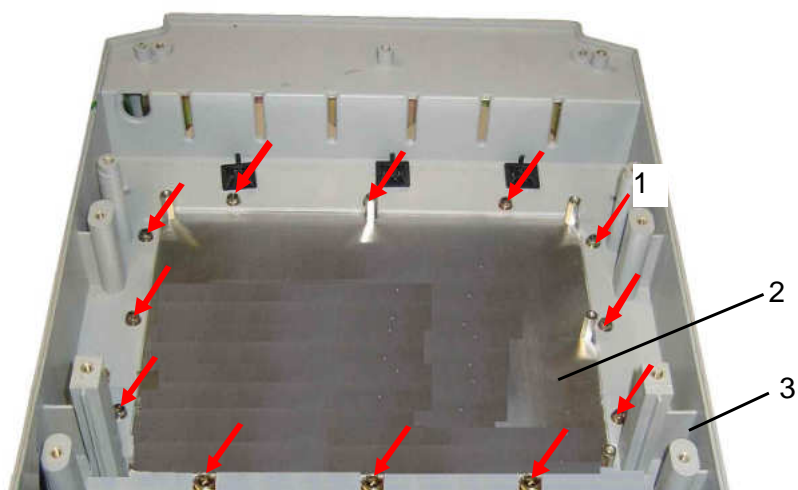

Рис. 6.18
6.11.1. Выкрутить 12 винтов 1 крепления радиатора 2 к нижней части корпуса 3 (рис. 6.18).